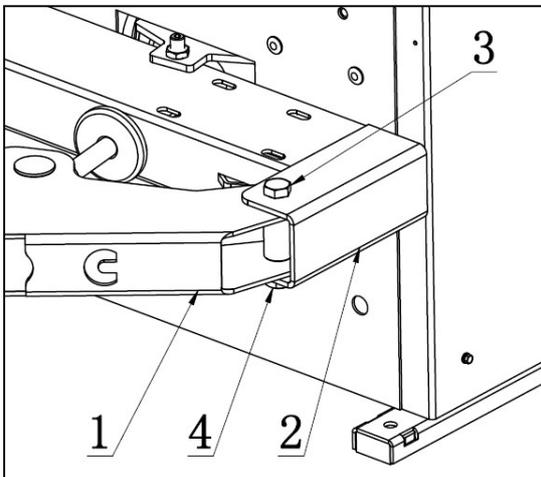

図 8
- 図 8 に示すように、ビードブレーカーアーム(図 8-1)の取付穴を、ビードブレーカーアームブラケット(図 8-2)の取付穴に合わせます。ピンシャフトネジ(図 8-3)を差し込み、ロックナットを締めます(図 8-4)。